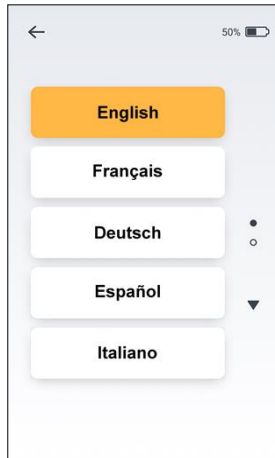

Fig. 14
- Selecione o idioma de sua preferência na lista de idiomas disponíveis – consulte a Fig. 14.